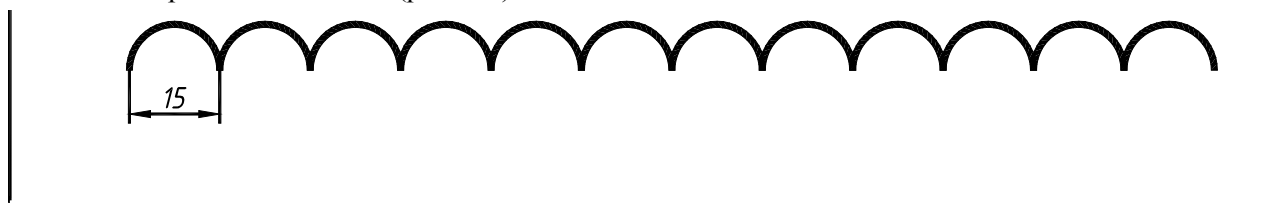

Рис. 5.4. Полилиния, состоящая из дуговых сегментов
5.2.4. Начертить полилинию (рис. 5.4).